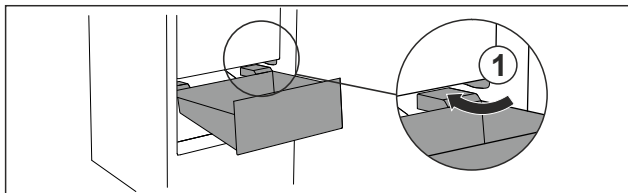

Fig. 137
- Predal speljite poševno okrog zaustavljalnikov Fig. 137 (1).